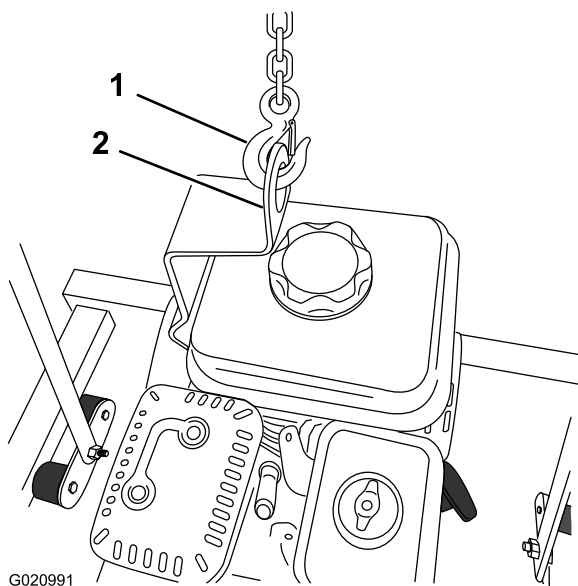

Figura 21
3. Conecte el gancho, la cincha o el cable del equipo de izado al orificio del soporte de izado (Figura 21).
6. Retire el equipo de izado (Figura 21).